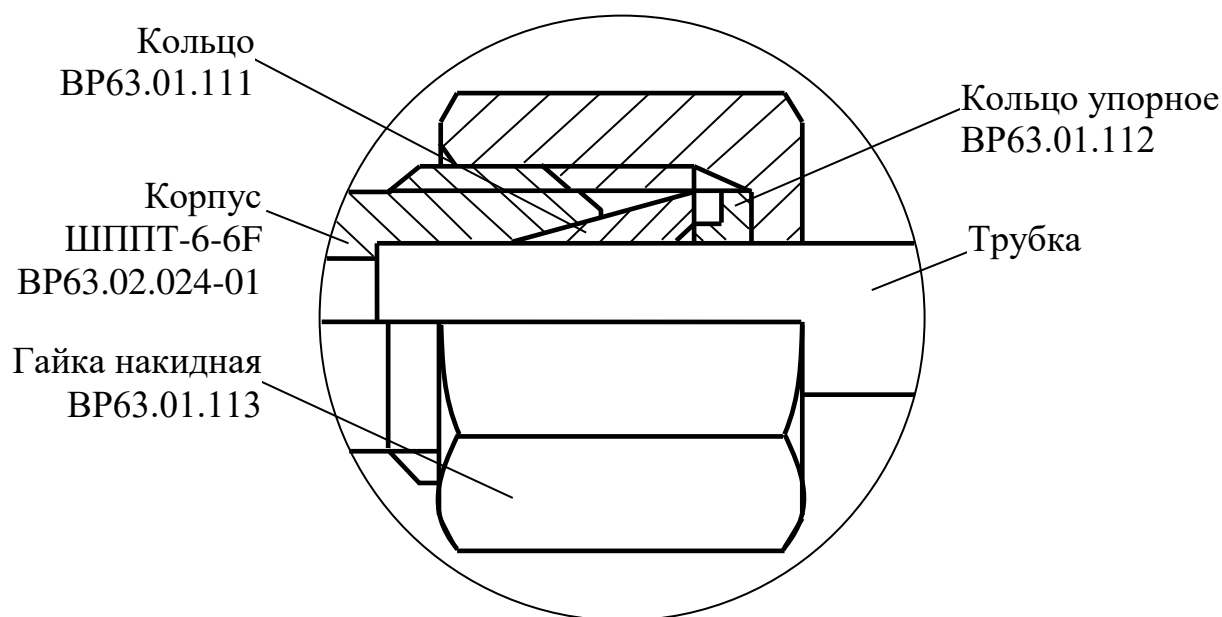

Рисунок 9.3 – Установка трубки в штуцер подачи пробы
- 4) нанести небольшое количество консистентной смазки (например, ЦИАТИМ-201 ГОСТ 6267-74, Литол-24 ГОСТ 21150-2017) или противозадирной пасты (например, ANTI-SEIZE Compound) на внутренние поверхности накидной гайки и колец (рис. 9.3);